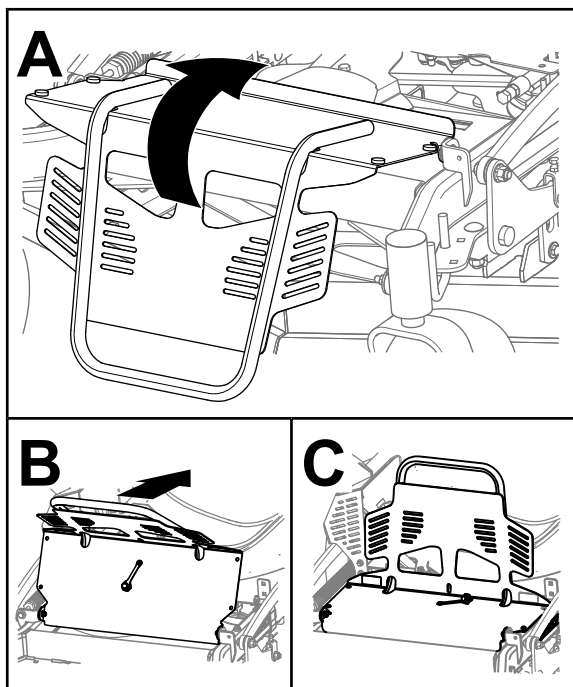

Figura 23
1. Ruotate indietro la protezione del motore, come illustrato nella Figura 23.